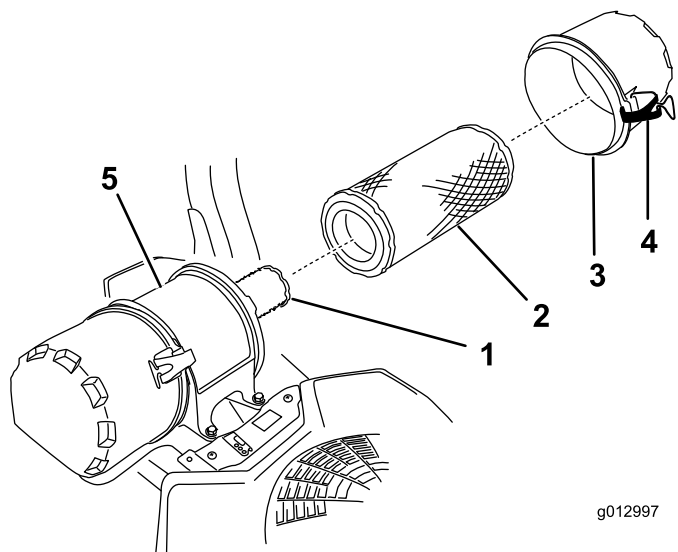

Figure 65
6. Ouvrez les dispositifs de verrouillage du filtre à air et détachez le couvercle du boîtier du filtre (Figure 65).
8. Sortez le préfiltre du boîtier du filtre avec précaution (Figure 65).
2. Si vous remplacez l'élément de sécurité, glissez-le avec précaution dans le boîtier du filtre (Figure 65).
3. Placez ensuite le préfiltre sur l'élément de sécurité avec le même soin (Figure 65).
4. Remettez en place et verrouillez le couvercle du filtre à air (Figure 65).